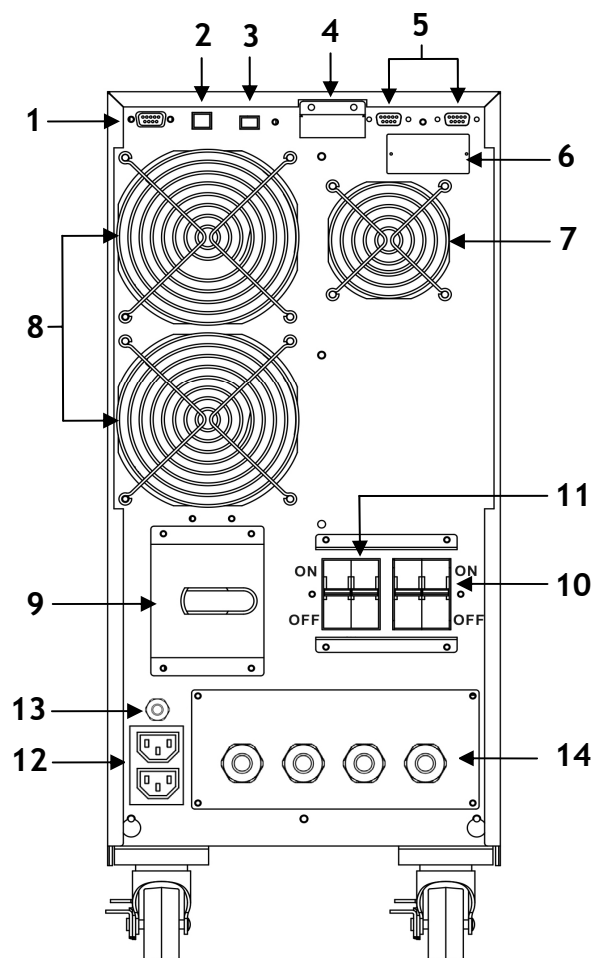
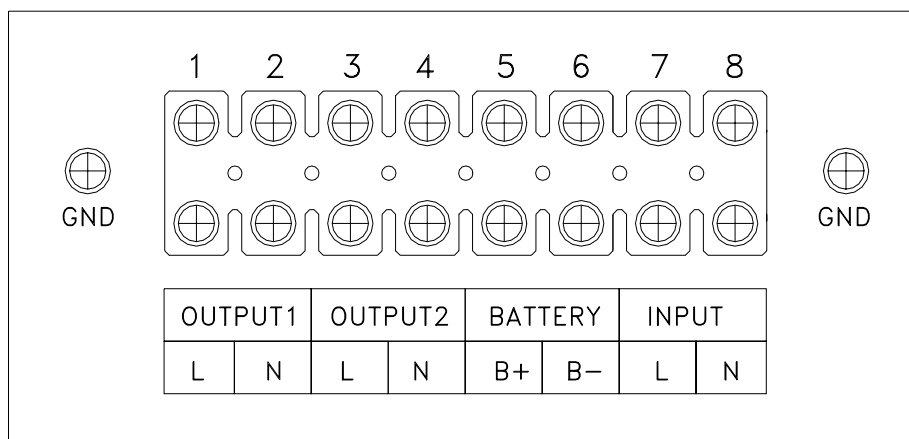

Figura 4 - Pannello Posteriore
Figura 5 - Morsettiera d'Ingresso/Uscita
14. Pannello metallico di accesso alla morsettiera d'Ingresso/Uscita: rimuovendolo si accede alla morsettiera per i collegamenti di potenza (vedi figura 5).
1. L'interruttore Ingresso Rete sul retro sia "OFF" (vedi figura 4).
2. L'interruttore Box Batterie sul retro sia "OFF" (vedi figura 4).
1. Togliere il **pannello metallico di accesso alla morsettiera d'Ingresso/Uscita**, posto in basso sul retro (vedi figura 4). La morsettiera d'Ingresso/Uscita è illustrata in figura 5. Tutti i cavi che verranno collegati alla morsettiera devono arrivare alla morsettiera entrando dagli appositi fori sul pannello metallico.
2. Procedere al collegamento della **linea d'Ingresso (FASE, NEUTRO e TERRA)** facendo attenzione alla corretta polarità e alla corrispondenza con le sigle dei morsetti riportate in figura 5, come spiegato sotto:
1. Controllare che l'interruttore Ingresso Rete sul retro sia in posizione "OFF" (vedere figura 4).